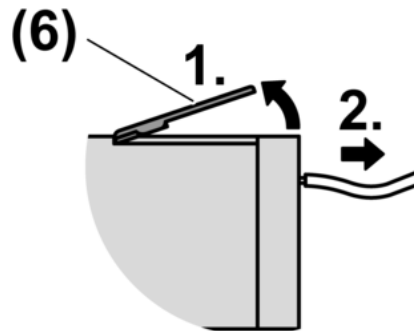

Bild 5: Steckklemme lösen
- Lösehebel (6) wie im Bild beschrieben anheben und Anschlussleitung herausziehen (Bild 5).